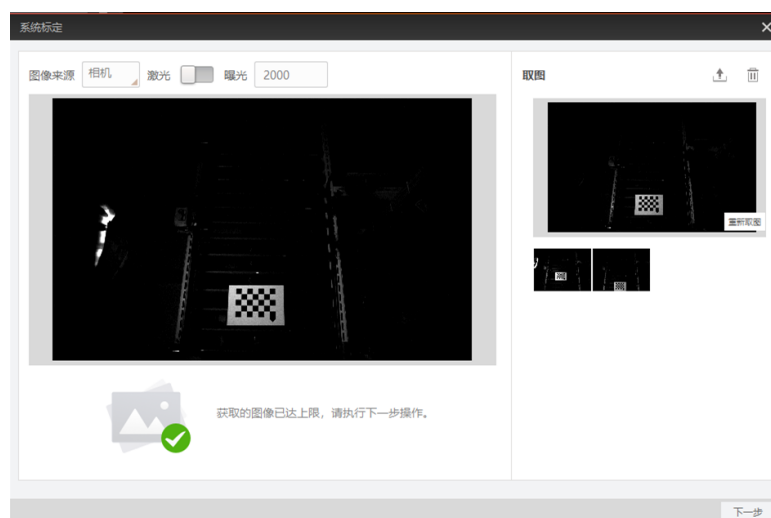

图2-13 获取图像完成
5. 通过窗口下方的“取图”获取两张图像，如图 2-13 所示。